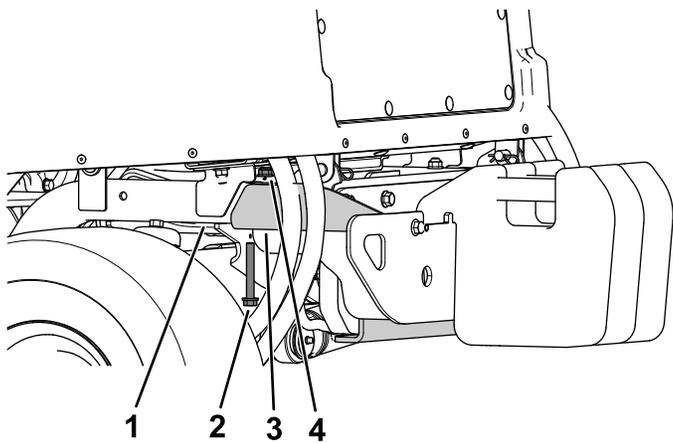

Figura 21
1. Retire el perno con arandela prensada (3/8" x 2-3/4") y la tuerca con arandela prensada (3/8") que fijan el parachoques al bastidor de tubo trasero a cada lado del parachoques (Figura 21).